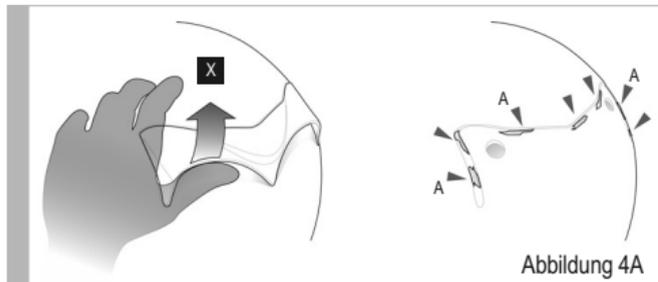

Abbildung 4A
**Entfernung** siehe Abbildung 4A